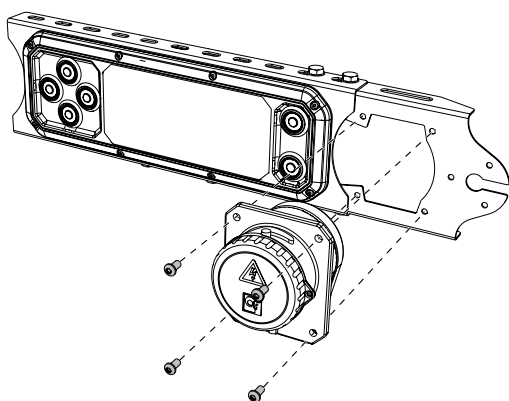
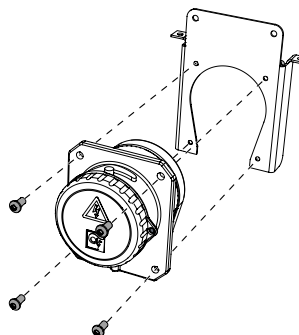

Bild 53. Montering av huvudströmbrytare intill manöverdon CD 19
Bild 54. Montering av huvudströmbrytare på universalfäste
1. Montera huvudströmbrytaren på fäste intill manöverdon CD 19 alternativt på valfri väl skyddad plats med universalfäste, se Bild 53 och Bild 54.